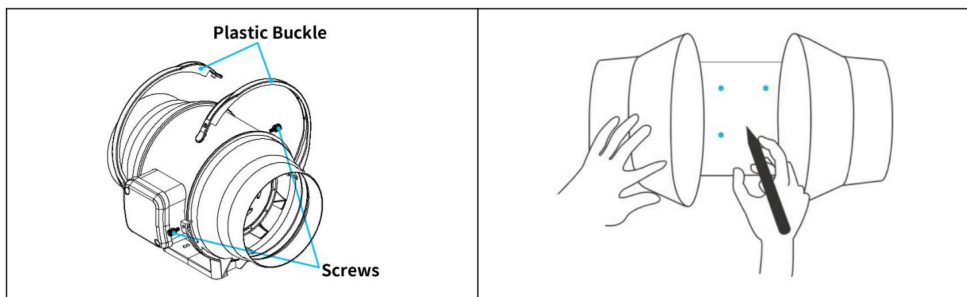

Abb. 3.
3. Verwenden Sie die Flanschhalterung, um die gewünschte Lüfterposition einzustellen. Markieren Sie die vier Befestigungslöcher. Siehe (Abb. 3).